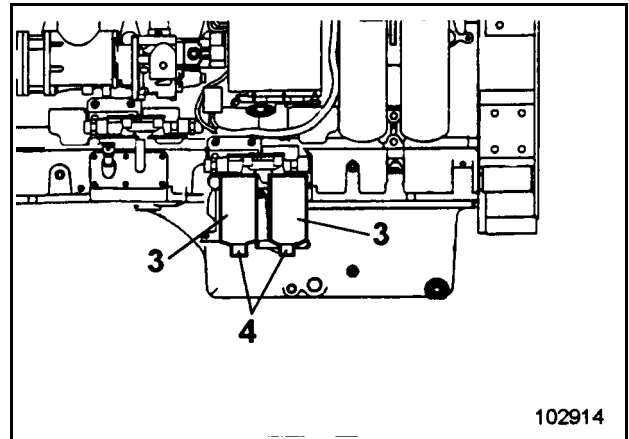

Fig. 3-38:
- Dévisser le filtre (3, Fig. 3-38:)